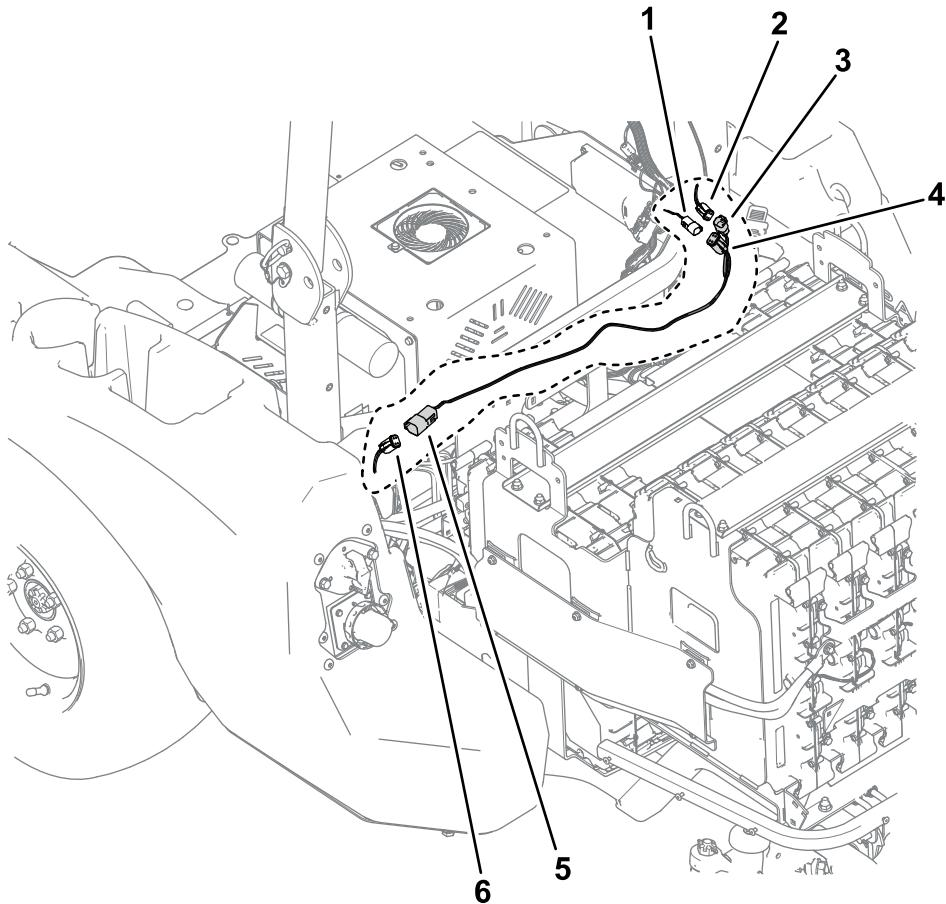

Figura 9
1. Levante el capó y conecte el conector del arnés de cables del toldo marcado P08—WORK LIGHT KIT POWER al conector del arnés de cables puente marcado P02—To SUNSHADE HARNESS (Figura 9).
2. Conecte el conector del arnés de cables puente marcado P03—To MAIN HARNESS al conector del arnés de cables de la máquina marcado P19—WORK LIGHT KIT POWER (Figura 9).
3. Enrute el conector del arnés de cables puente marcado P01—To EXPANSION PORT por el arnés de cables de la máquina hasta el lado izquierdo de la máquina, y conéctelo al conector marcado P17—EXPANSION PORT (Figura 9).